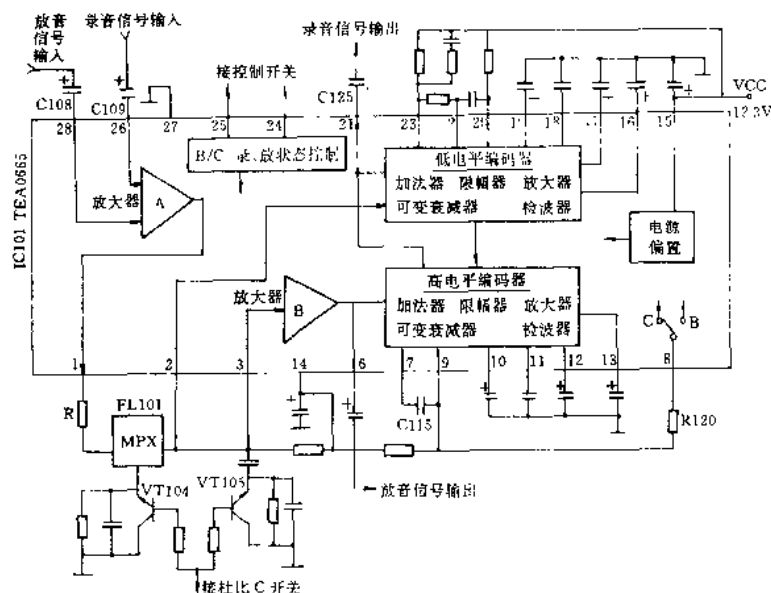

图 3 飞燕 CR—W76H 杜比降噪电路
该机杜比降噪电路采用 TEA0665 杜比 B/C 兼容降噪集成电路。采用此集成电路的机型还有马兰士 SD—255、乐声 RS—T33R 和山水 D—70BW 等。图 3 为飞燕 CR—W76H 机左声道杜比降噪电路，表 3 为 TEA0665 各引脚功能。
图 3 中, IC101 (TEA0665) 为左声道杜比降噪集成电路, 其内部设有两组杜比 B 降噪系统 (但每组的参数设定不同)、多级编码、解码电路和放大电路, 可对录、放信号进行压缩或扩展处理, TEA0665①、②、③脚之间接有 MPX 多路解调压控振荡器, 可对录、放信号的不同状态进行选通控制。杜比 B/C 系统的转换运用, 可通过调整 TEA0665⑧脚的电平来实现。